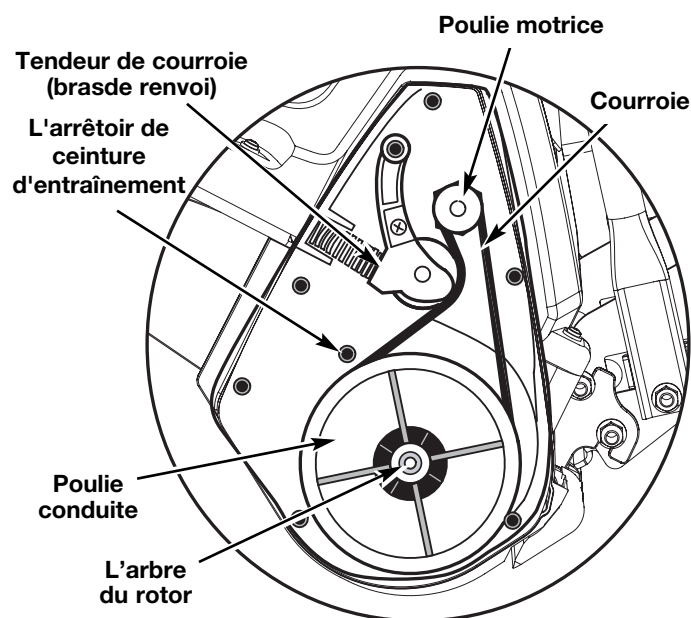

Fig. 10a
5. Remettez le couvercle à l'aide des sept vis. Pour faciliter l'installation, placez la partie étroite du couvercle dans le renforcement du boîtier. Posez les deux vis supérieures, puis enfoncez le reste du couvercle dans le renforcement et par dessus l'arbre du rotor (Fig. 10a). Serrez les sept vis avec un couple de serrage de **2,0 à 2,5 N•m (18 à 23 po•lb)**.